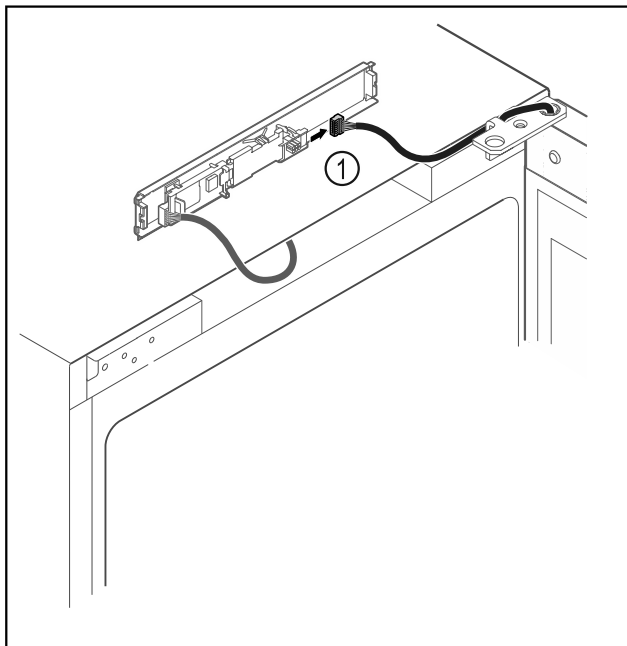

Fig. 18
- Húzza ki a dugót Fig. 18 (1) a NYÁK-ból.